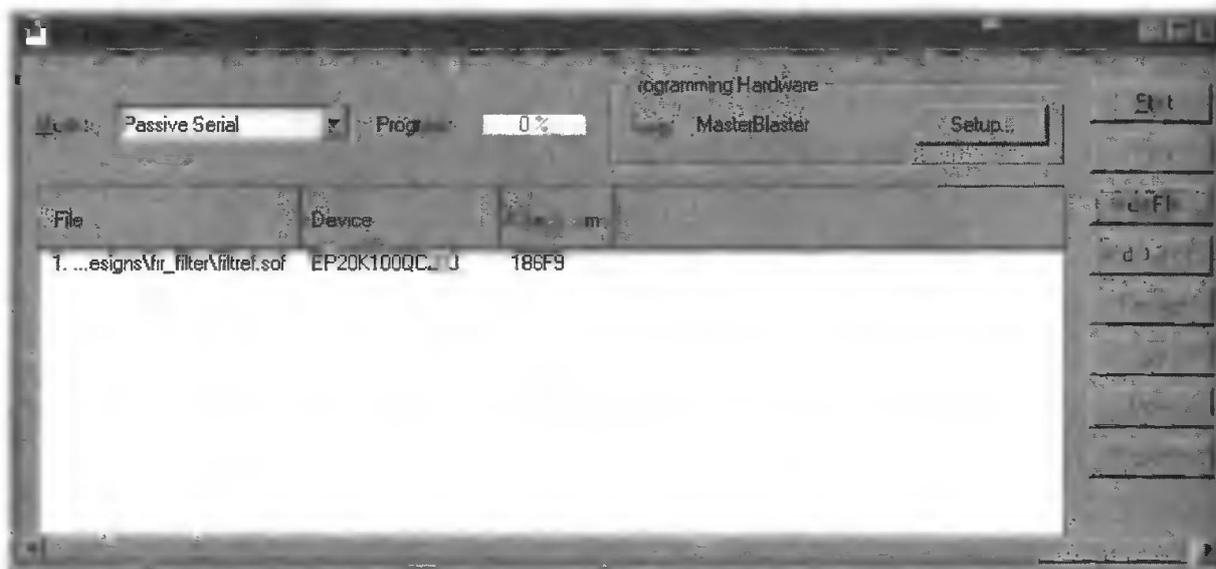

Рис. 3.79
6. Нажмите кнопку **Open** (открыть файл) (рис. 3.79).